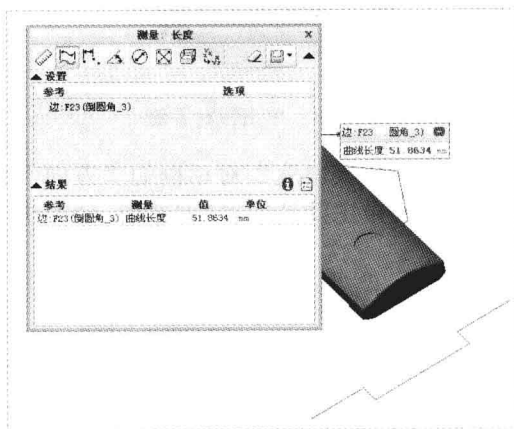

图 7-91 显示测量长度
Step 04 此时，在绘图区显示该直线的长度，单击“测量：长度”对话框中相应的下三角按钮，显示测量的长度，如图 7-91 所示。